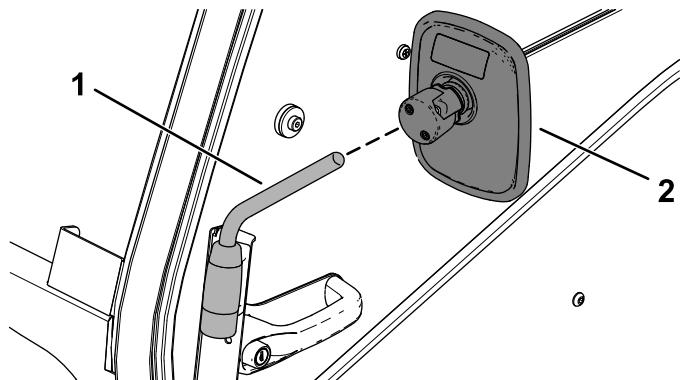

**Bild 5**
7. Befestigen Sie den Spiegelarm mit zwei Bundkopfschrauben (6 mm x 16 mm) in den oberen Löchern der Spiegelbefestigung, wie in **Bild 5** abgebildet.